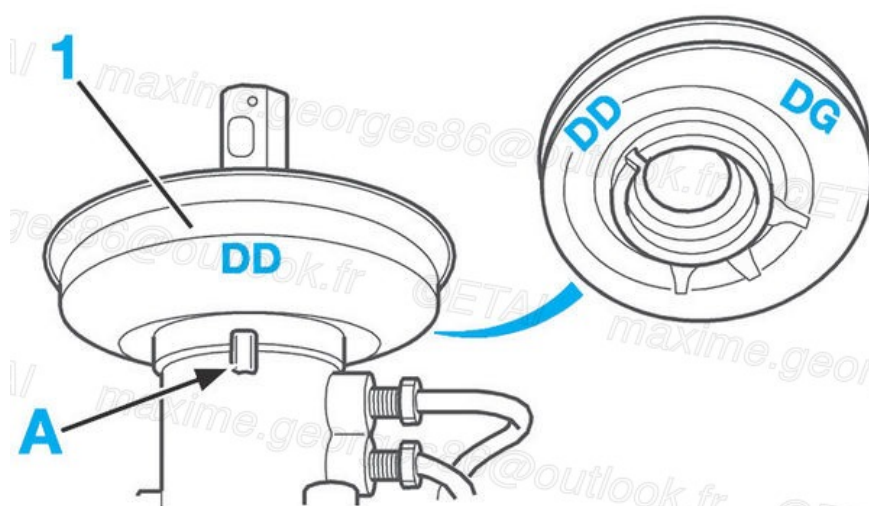

Fig.15
- contrôler le bon positionnement du joint (1) sur le bossage (A) par rapport au côté de conduite du véhicule (DD : Direction à droite – DG : Direction à gauche) (Fig.15) (/media/RTA/RTA_714/RTA714A-006-015X.jpg).